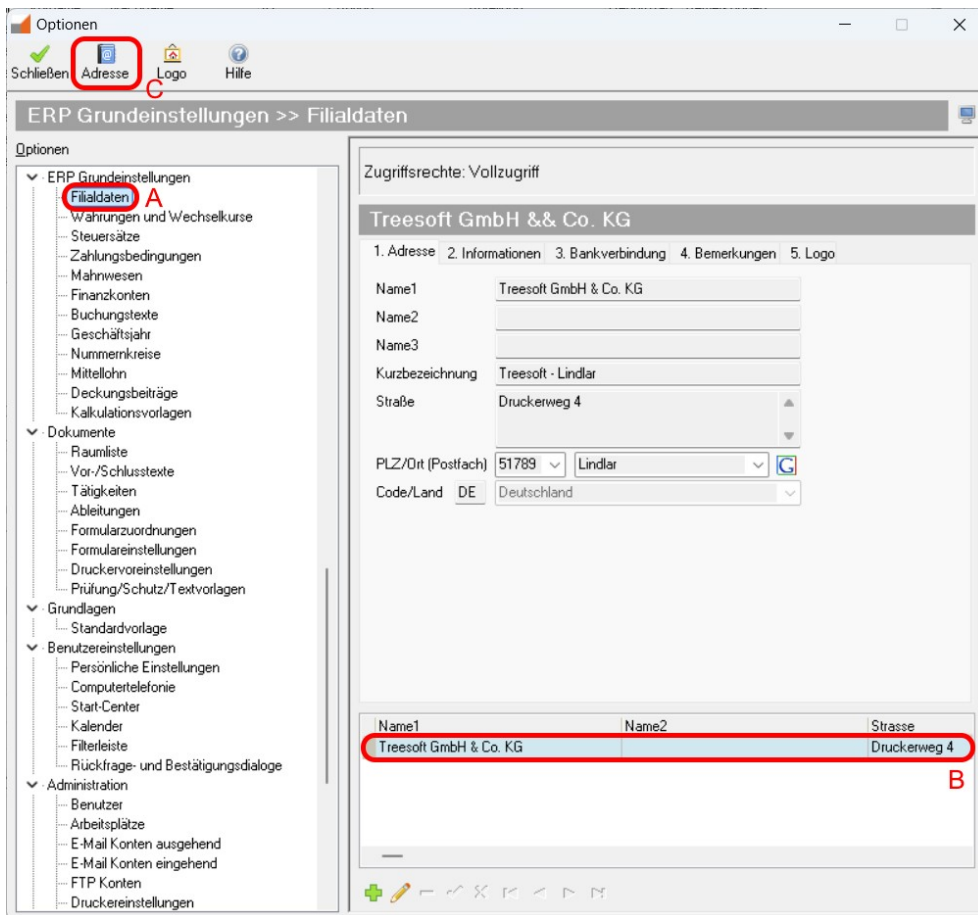

Abbildung 3.1.1: Optionen-Dialog Zweig Grundlagen > Filialdaten
2. Wechsle zu dem Zweig **ERP Grundeinstellungen > Filialdaten** (Abbildung 3.1.1, Markierung A).